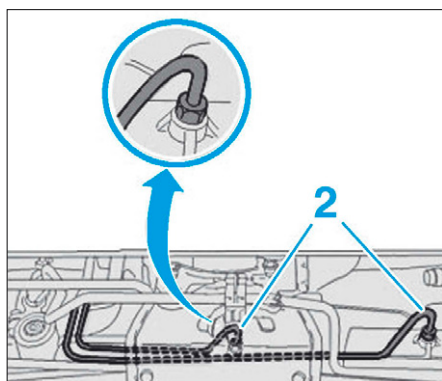

FIG. 26
- Desserrer les raccords (2) sur le boîtier de direction (Fig.26).